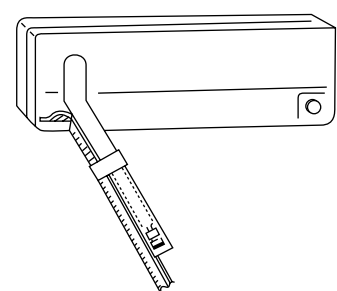

Fig. 3-5
(1) No caso de o cano de refrigeração ser instalado no lado traseiro da unidade, fixe o cano de refrigeração, cano de drenagem e cabos de ligação com fita de vinil em diferentes partes. Ligue correctamente o apoio do cabo de ligação da unidade (Fig. 3-5)